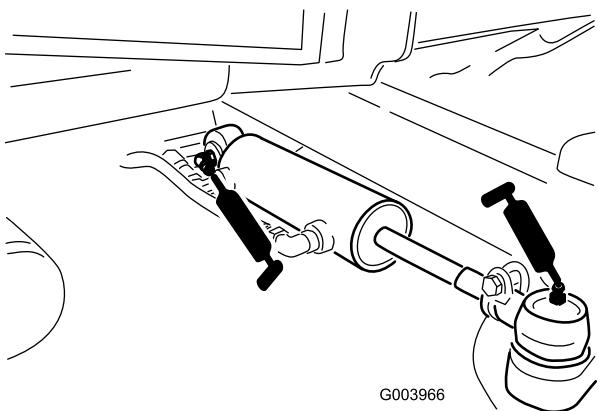

Figure 44
- Rotules de vérin de direction (2) (Figure 44)